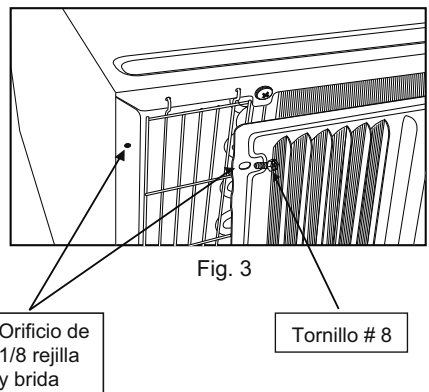

Fig. 3
4. Si la unidad no está pre-perforada (algunos modelos), perforo cuidadosamente orificios de 4 1/8" a través de la rejilla y en la brida lateral de la unidad a aproximadamente 1 1/2" a 2" de la parte superior e inferior como en las Fig. 2 y Fig. 3. (Tener cuidado de no perforar el serpentín de cobre del intercambiador de calor)